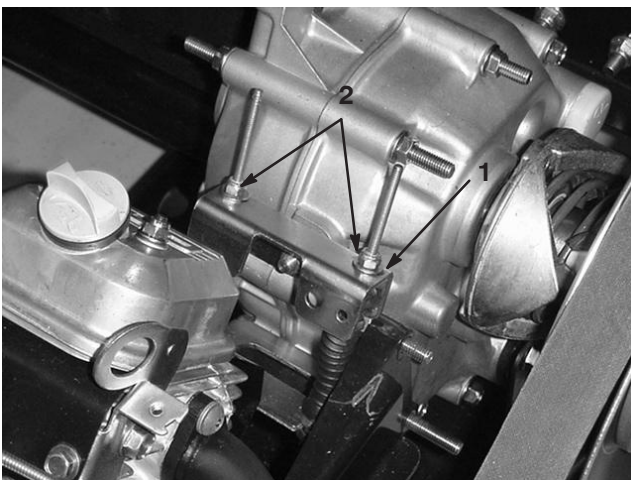

Bild 26
Wenn Sie regelmäßige Wartungsarbeiten und/oder eine Motordiagnostik durchführen, müssen Sie die Antriebsachse zunächst auf Neutral schalten (Bild 26). Der Schalthebel weist eine Neutralstellung auf, die den Leerlauf der Antriebsachse bestimmt. Treffen Sie die folgenden Maßnahmen, um sicherzustellen, dass der Schalthebel in der Neutralstellung die Antriebsachse auch richtig auf Neutral schaltet:
2. Achten Sie darauf, dass die Neutralhalterung in der Neutral-Stellung (Hebel) ist. Drehen Sie hierfür die Antriebskupplung (Bild 26). Das Fahrzeug sollte nicht vorwärts- oder rückwärtsrollen. Wenn sich das Fahrzeug bewegen lässt, schieben Sie die Neutralhalterung in die Neutral-Stellung.
3. Ziehen Sie eine der Sicherungsmutter (Bild 26) nur so weit fest, dass das Spiel aus dem Schaltzug entfernt wird.